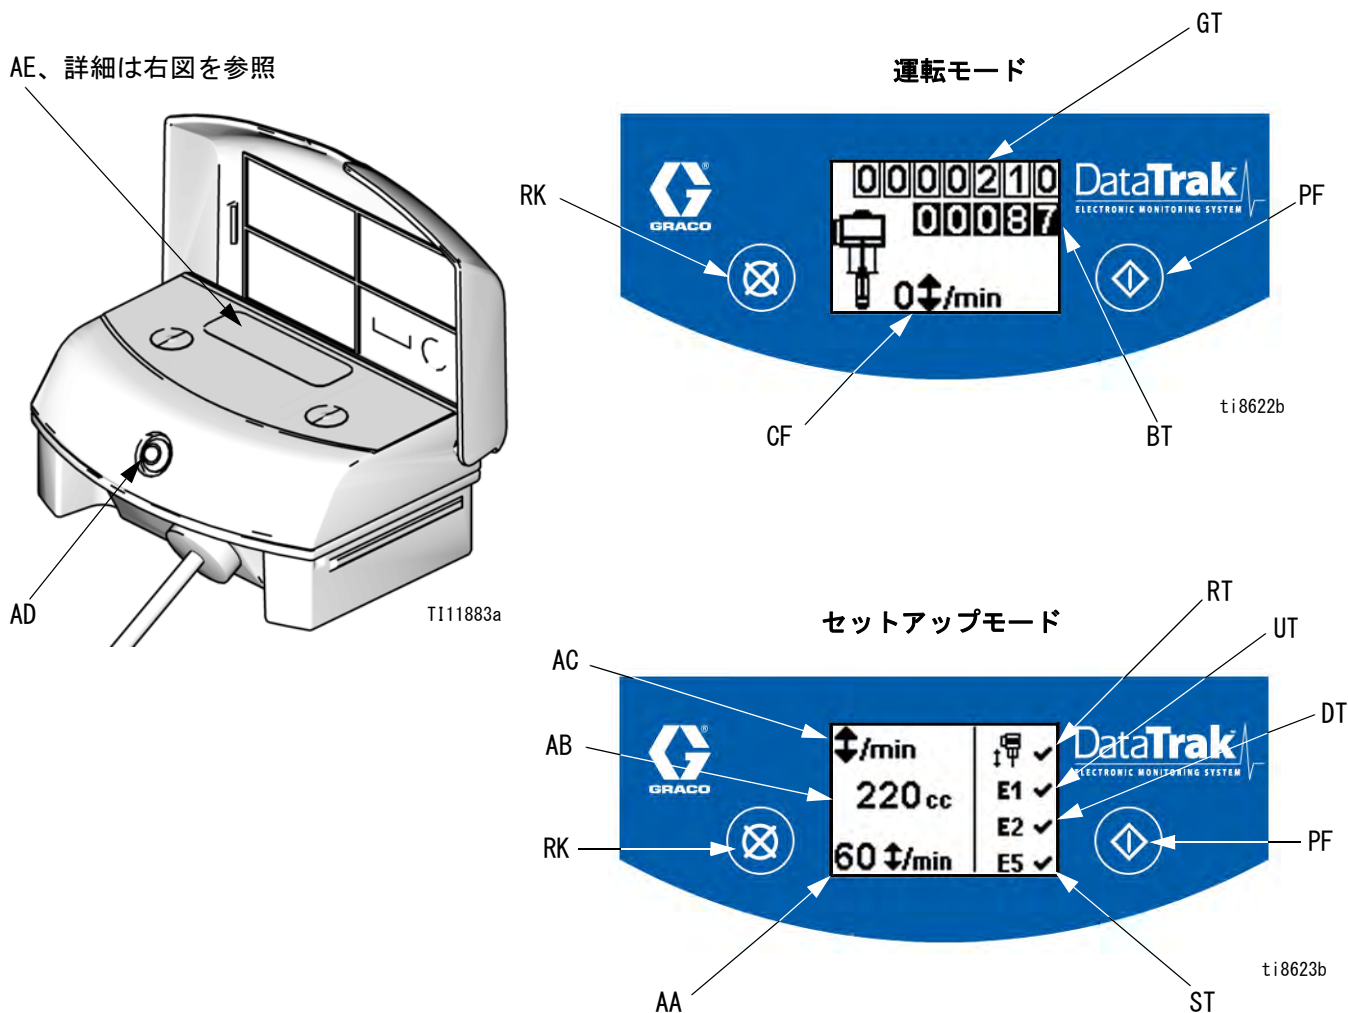

図 9. DataTrak のコントロールとインジケータ
- 図 9 を参照してください。設定メニューが表れるまで、 を 5 秒間押し続けます